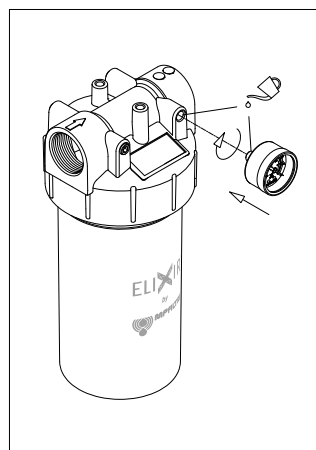

fig. 8
- (Fig. 8) Applicare del sigillante oleodinamico al PTFE su entrambi i filetti, quindi avvitare l'indicatore facendo riferimento alla tabella delle coppie di serraggio al paragrafo 3